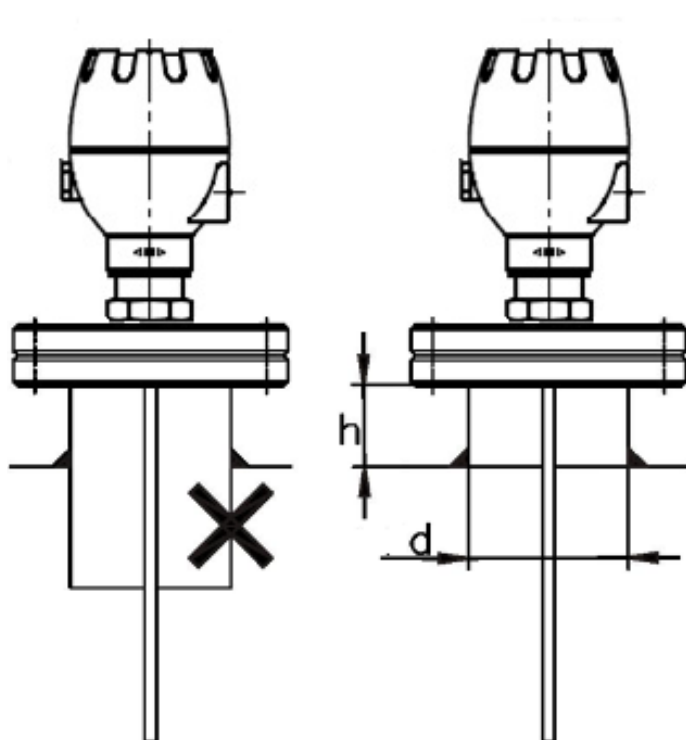

Рисунок 25 - Установка
2.3.5 Уровнемер не следует устанавливать на патрубок, высота которого больше диаметра, либо на патрубок имеющий продолжение в резервуаре, особенно для тросового и стержневого зондов и для порошковых продуктов (см. рисунок 25).